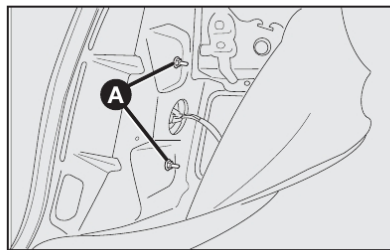

fig. 35
- 1) por dentro do porta-malas, levantar a abertura no carpete e soltar as porcas **A-fig. 35**;